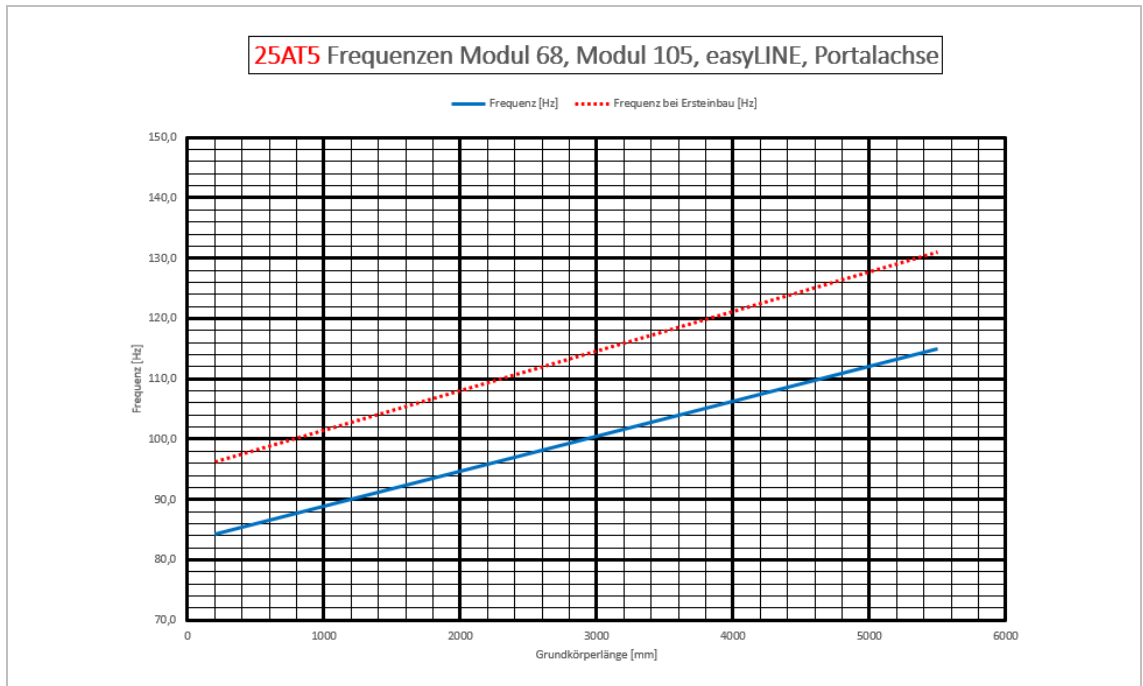

Abbildung 5 Diagramm 1
- (4) Ermitteln Sie die Gesamtlänge des Grundkörpers durch Abmessen.
- (5) Vergleichen Sie die ermittelten Frequenzen mit Diagramm 1 (siehe Abbildung 5).